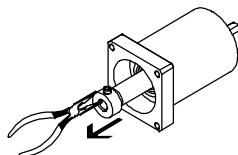

Рис. 6
1. Вытяните поводок клещами из муфты свободного хода (Рис. 6). Альтернатива: можно вставить в поводок выходной вал DSM и подцепить его валиком.